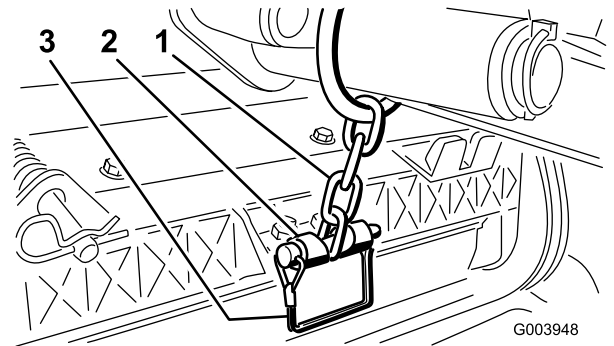

Figura 12
13. Sujete la cadena del brazo de elevación al soporte de la cadena con el pasador de seguridad (Figura 12).